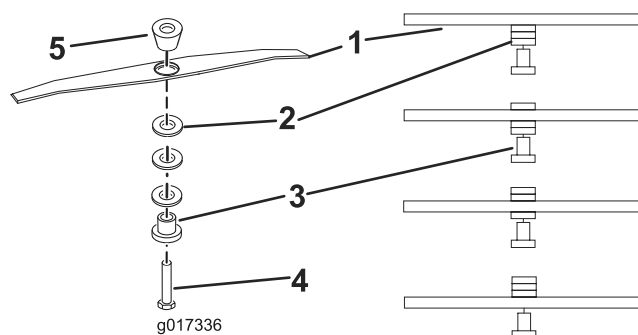

Рисунок 13
5. Расположите разделители на требуемой высоте, затем установите режущий блок, как показано на Рисунок 13.